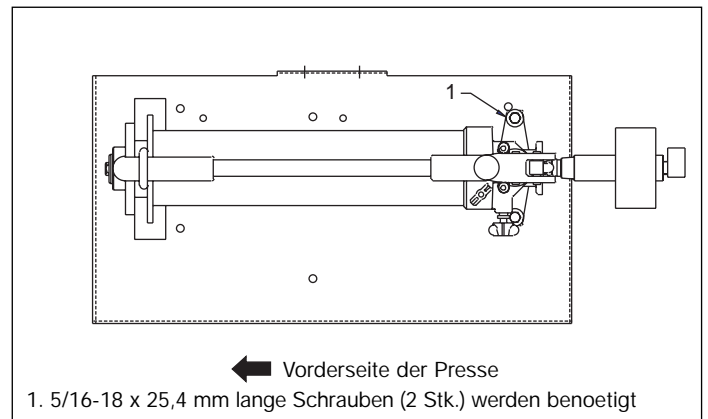

Abbildung 3: P-80 Handpumpe
2. Montieren Sie die Handpumpe an zwei Stellen am Tisch, und verwenden Sie dazu die mitgelieferten Kleinteile. Siehe Abbildung 3.